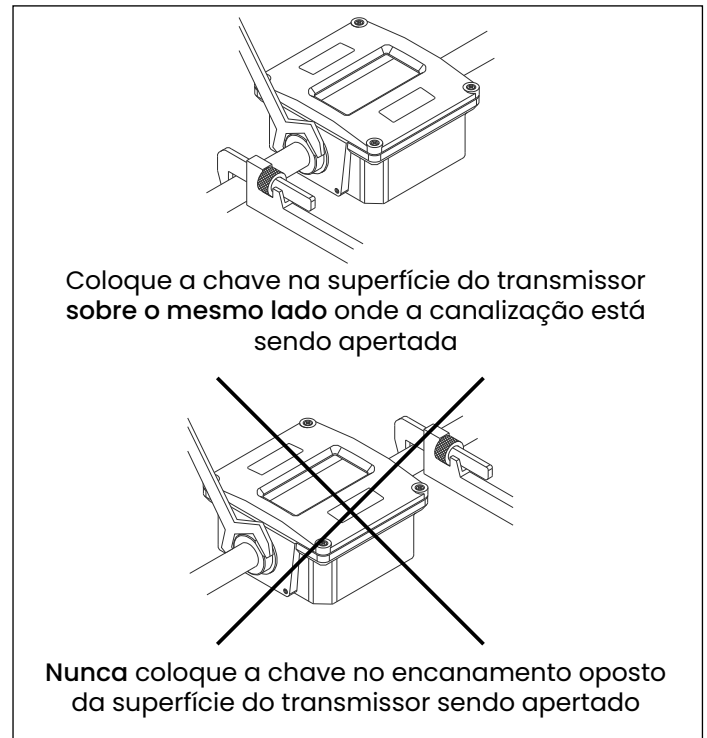

Figura 6 - Instalando Medidor
5. Instale a unidade no local desejado. Utilize a chave na superfície do transmissor para manter a unidade no lugar durante a instalação. **NÃO LIGUE** o transmissor usando a chave. Veja Figura 6.